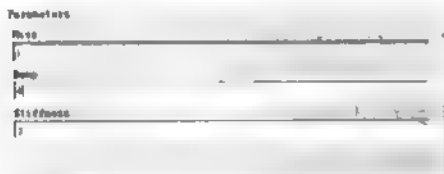

图 7.44 Mass 不能编辑的子系统参数对话框
- **Enable parameter** 复选框: 不选中该复选框, 所选择的参数在封装子系统模块的参数对话框中是不可编辑的。例如, 当选择 Mass 菜单选项, 然后不选中该复选框, 单击 OK 按钮, 最后双击封装子系统模块, 就会弹出参数对话框如图 7.44 所示, 注意其中的 Mass 参数是不可编辑的。